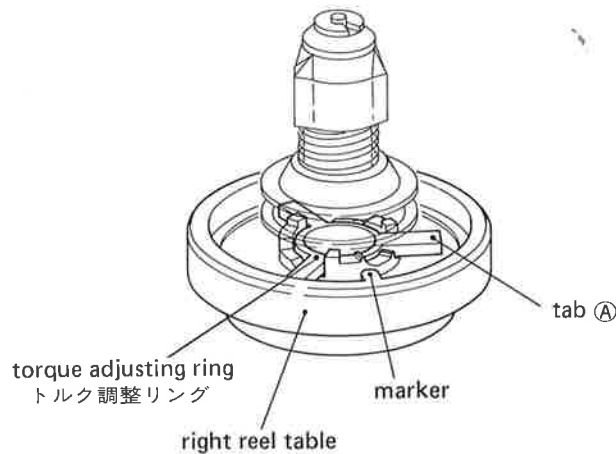

Fig. 4-6
3. If the take-up torque is still out of the limits, adjust the torque adjusting ring provided on the right reel table. The torque can be adjusted to three values as shown in fig. 4-6. Turn the torque adjusting ring with the tab A, pulling slightly upward, and place the tab on one of three stepped portions having pawls to fix the tab.
3. もしテイクアップ・トルクが更に規定値から外れている場合は、右リール台のトルク調整リングを回して調整する。トルクは図4-6 に示すように3段階に調整できる。リール台のマーカのある部分だけ階段部分にツメが設けられているので、調整時にはタブAを持ち上げるようにしてトルク調整リングを回す。